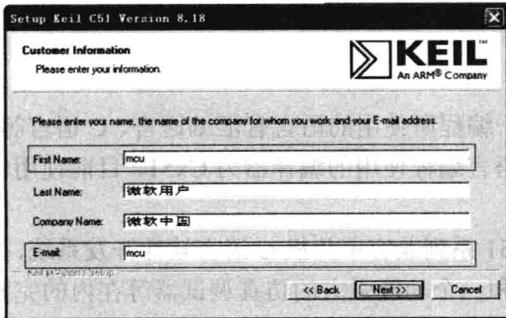
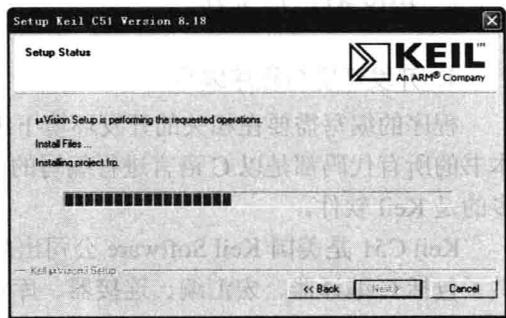

图 1.10 Keil 软件安装过程图 D
图 1.11 Keil 软件安装过程图 E
(4) 在弹出的对话框中, 在“First Name”中输入名字, 在“E-mail”中输入邮箱, 当然这两项也可以随意填写, 不影响安装过程。输入完成后, 单击“Next”按钮, 程序将进行安装, 如图 1.10 和图 1.11 所示。